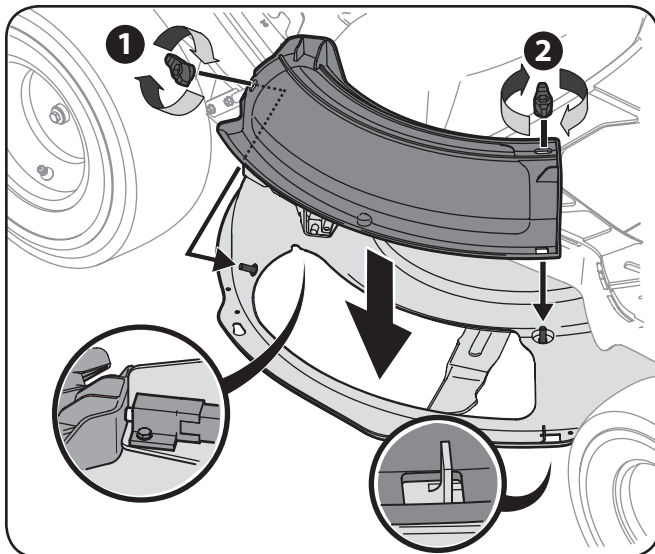

Figura 3-10
- Coloque el adaptador para abono en la abertura de descarga de la plataforma. Los pernos prisioneros de la superficie de la plataforma calzarán a través de los orificios de la parte superior del adaptador para abono. La pequeña lengüeta del borde de la plataforma calzará a través del recorte cuadrado de la parte inferior del adaptador para abono. Vea la Figura 3-10.